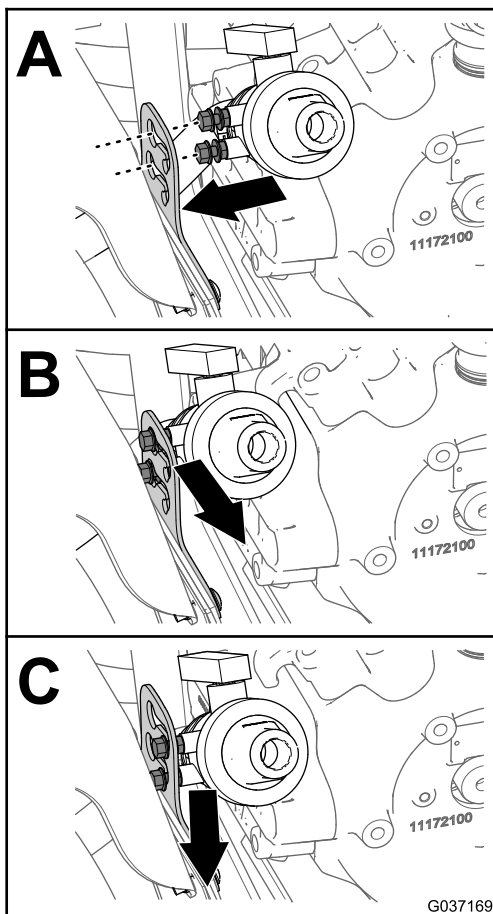

Bild 13
- Fluchten Sie die Bundmutter des Ablassventils mit den Schlüssellochbohrungen in der Ablassventilhalterung (Kasten A in Bild 13).
7. Schieben Sie das Ablassventil nach außen und unten, um das Ablassventil in der Halterung zu arretieren (Kasten B und C in Bild 13).